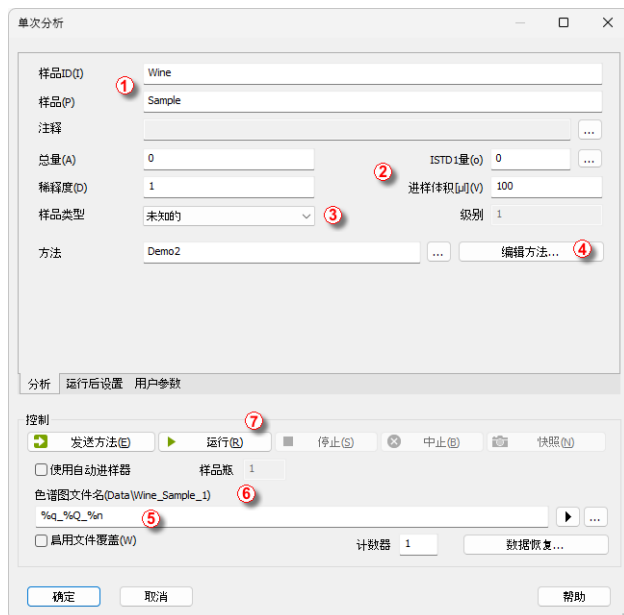

图12: 单次分析对话框
- 分析页签下所有区域用来输入样品的相关信息。可以按照第20页第图12中所示的数值填写至对应区域作为经典分析设置。
- 样品ID和样品字段①仅仅只是样品的相关信息。
- 总量、稀释度、ISTD量和进样体积区域②的数据将会用来做计算。
- 在样品类型目录③中选择标准，在级别区域输入对应的标准品级别。这个样品将会被标记成标准品，并且色谱图将会保存至CALIB子目录。
- 样品采集将会按照仪器窗口中打开的示例方法所显示的实际值运行。编辑方法按钮④可以修改当前选择的示例方法中的参数。点击该按钮进入方法设置对话框，检查自动停止参数(应该启用自动停止)和运行时间(7.5分钟)的设置。点击确定按钮返回单次分析对话框。
- 色谱图文件名⑤区域用来输入运行样品得到的色谱图文件名。可以使用纯文本和时间、日期、样本名称或其他参数的变量来创建唯一的色谱图文件名。最终得到的色谱图文件名和以上区域⑥输入的保持一致。
- 出于演示目的，您可以将第20页第图12.中所示字段的值设置为典型分析设置。一旦执行此操作，您的仪器窗口将与第19页第图11.所示相同。
- 在参数设置之后，您可以点击运行按钮⑦运行单次分析。单次分析对话框此时会关闭。如果再次打开该对话框，会看到另外三个按钮(停止, 中止, 快照)。它们将允许停止或中止分析，或者拍摄快照(查看在第21页第"数据采集窗口"节.)。